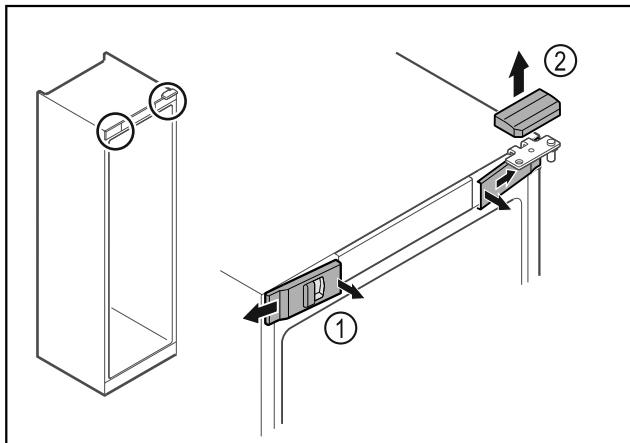

Fig. 7 *
- ▶ Откопчайте предните капаци Fig. 7 (1) отвътре и свалете настрани.*
- ▶ Свалете горния капак Fig. 7 (2) нагоре.*